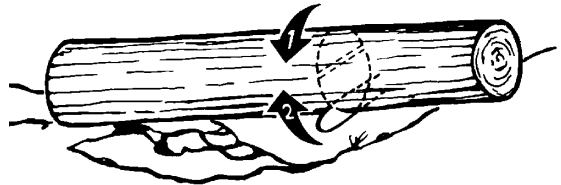

Fig. 15
3. Tronçonnage d'un tronc supporté aux deux extrémités: Effectuer d'abord une coupe par dessus sur du diamètre de façon à éviter l'éclatement du bois. Ensuite, effectuer une coupe par dessous (sous-coupe) pour joindre la première coupe et éviter tout coincage (Fig. 15).